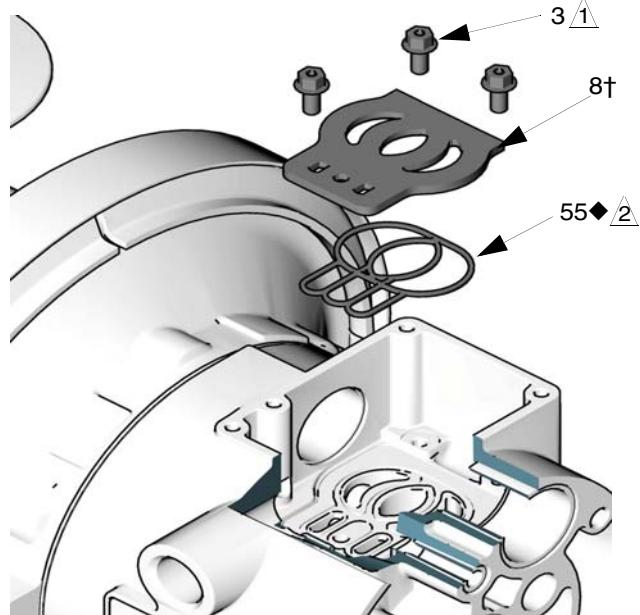

Рис. 8
- Осмотрите пластины (8) клапана, не снимая ее. Если пластина повреждена, выкрутите три винта (3) с помощью звездообразного ключа (T20) или торцового ключа 7 мм (9/32 дюйма). Снимите пластины (8) клапана. См. Рис. 8.
- На моделях с алюминиевым центральным корпусом установите уплотнение пластины клапана (55◆) в паз на дне полости клапана. Скругленная сторона уплотнения **должна быть направлена вниз** в паз. См Рис. 8.
- Установите пластину (8†) клапана в углубление. Обеспечьте герметичность оборудования. Вкрутите три винта (3) с помощью звездообразного ключа (T20) или торцового ключа 7 мм (9/32 дюйма). Затягивать винты следует до тех пор, пока нижняя часть винтов не выступит из корпуса. См. Рис. 8.